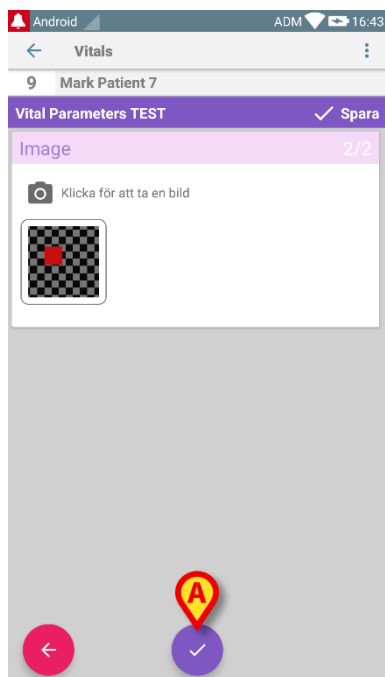

Fig. 69
Gör följande för att spara insamlade data på bildackvisionssidan efter att ljud- och/eller bildackvision har utförts (Fig. 69):
- Klicka på ikonen  (Fig. 69 A).